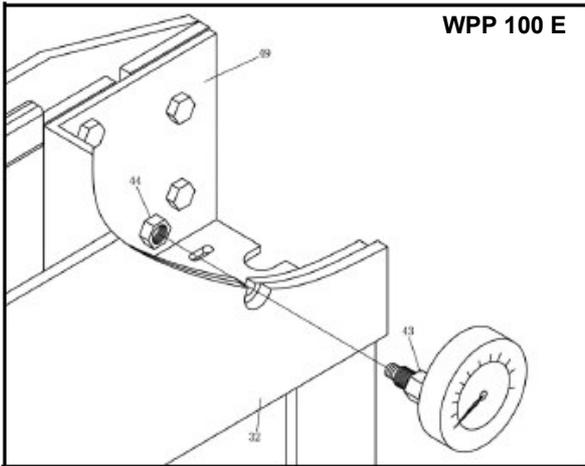

Abb. 11: Manometer montieren
Schritt 3: Kurze Schlauchleitung (730mm) mit gerader Verschraubung an das Manometer schrauben und kontrollieren, ob die Schlauchleitung nicht verdreht angeschraubt wird (siehe Abb. 11).